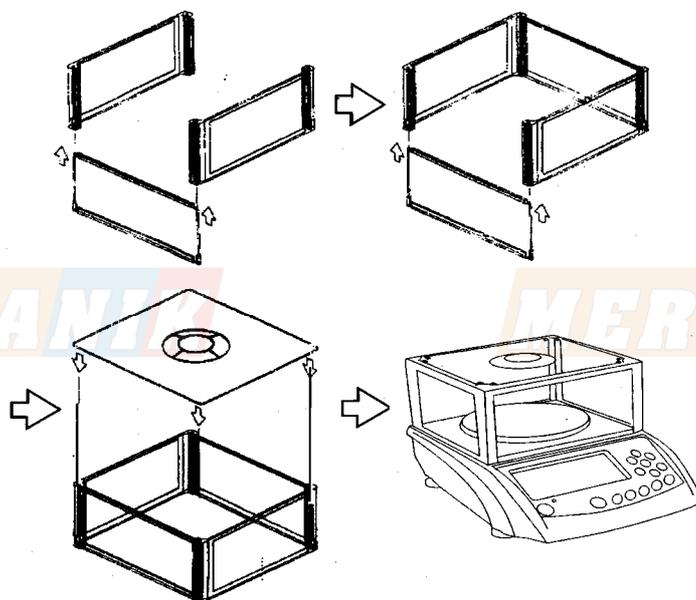

Рис. 4.1 - Сборка защитного колпака
- Соберите защитный колпак (см. рисунок 4.1).